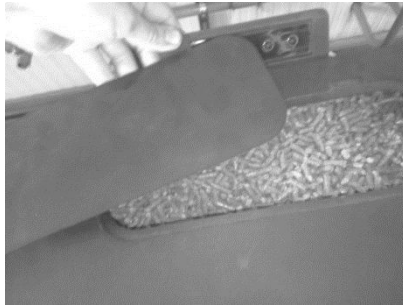

Figura 48 - Reabastecimento do depósito de pellets
- 2 – Despeje o saco de *pellets* para o interior do depósito, como mostrado na Figura 48.